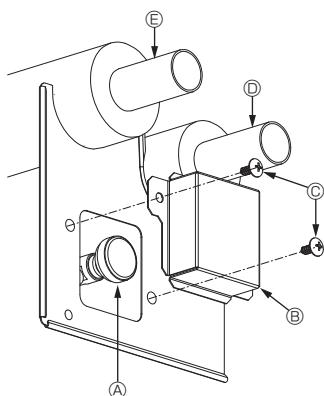

Fig. 6-1
6.2.2. İç ünite havalandırma vanası (Fig. 6-1)
- ① Hava tahliye valfi kapağını çıkarın.
- ② Havayı tahliye etmek için hava tahliye valfi üzerindeki butonu döndürün.